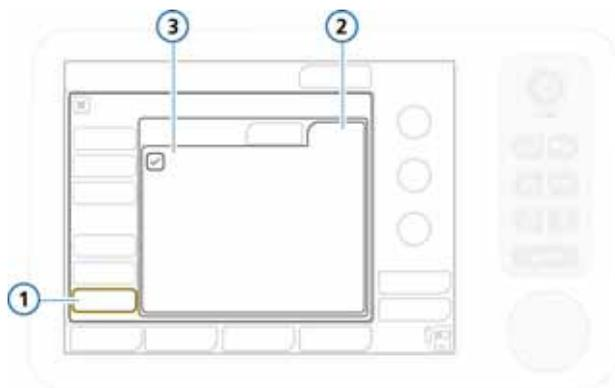

図 I-19. ハードウェアオプション
2. オプションウィンドウで、[HW options] タブをタッチします。図 I-19 を参照してください。